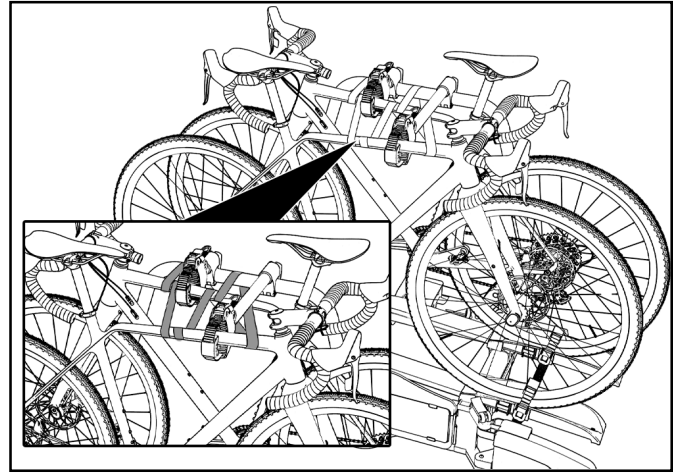

Bild 22: Sicherheitsgurt anlegen
- ▶ Überprüfen Sie vor jedem Fahrtantritt den korrekten und festen Sitz des Gurtes um die Fahrräder und Rahmenhalter des Trägers (siehe Bild 22).